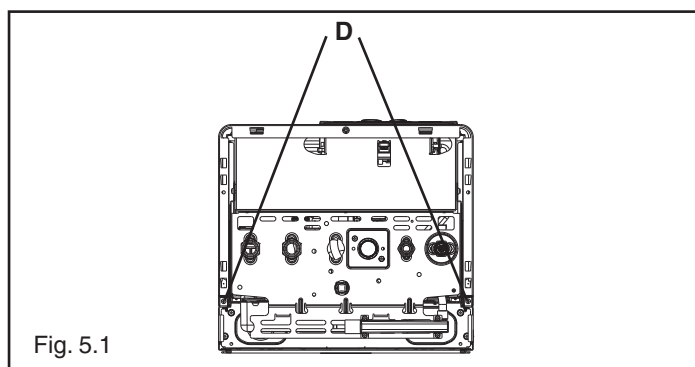

Fig. 5.1
- svitare le viti (D) di fissaggio del mantello (Fig. 5.1)